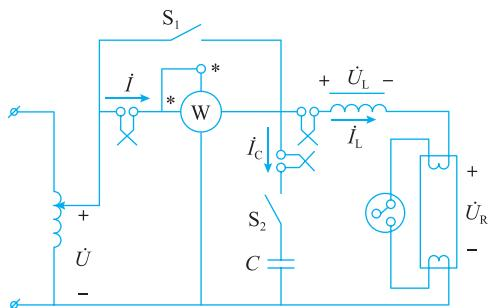

图 2-3-7 日光灯实验电路
(1) 检查日光灯组件。用万用表欧姆档检查镇流器、灯管是否开路，启辉器、镇流器是否短路。更换不合格的配件。
(2) 接线。断开调压器的输入电源。如图 2-3-7 所示为日光灯实验电路，按图接线前插上灯管，检查灯座接触是否良好，排除灯座接触不良的故障。将调压器手柄置于零位，合上开关  $S_1$  (日光灯启辉电流较大，启辉时用单刀开关将功率表的电流线圈短路，防止仪表损坏)，断开电容器支路开关  $S_2$ 。
(3) 试通电。经检查确认接线无误后，合上调压器输入电源，转动调压器手轮，逐步升高其输出电压，观察启辉器的启辉和灯管的点亮过程。如出现故障，断电进行故障检查，排除故障。